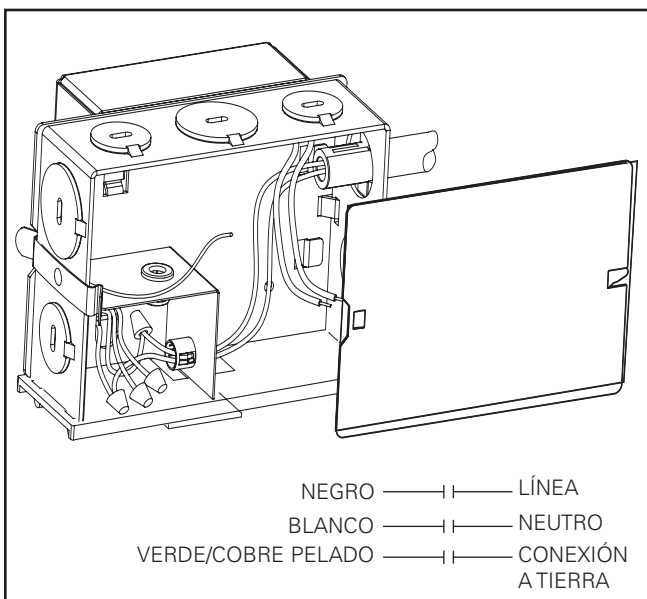

Figura 13.
2. Extraiga la cubierta de la caja de derivación (Figura 13).